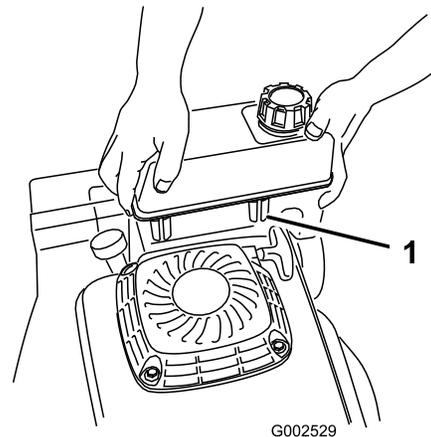

Bild 6
3. Haken Sie die Kunststoffclips an der Vorderseite des Kraftstofftanks in das Kraftstofftank-Halterung ein (Bild 6).